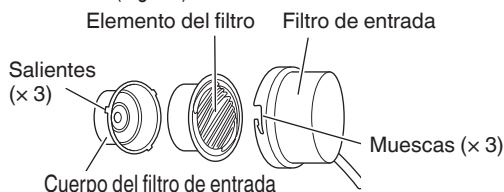

Fig. 6A
- Gire el filtro de entrada hacia la izquierda hasta que se detenga y, a continuación, quite la tapa del filtro de entrada y el elemento filtrante. (Fig. 6A)